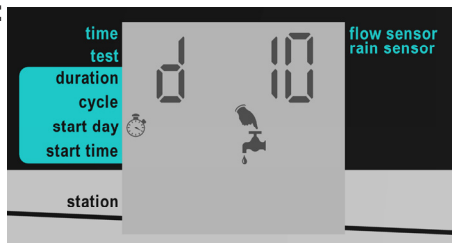

Figura 22: Ejemplo de pantalla de día de inicio
1. Desde la pantalla principal, pulse , hasta que aparezca la pantalla Start Day (Figura 22). La visualización por defecto es "d 00", lo que indica cero días. Si establece este valor para el día de inicio, el programa de irrigación comenzará en el día actual a la hora de inicio determinada. Si esa hora ya pasó para el día actual, el programa comienza en esa hora el día siguiente.
2. Pulse + y - para aumentar y disminuir el número de días. En la Figura 22 el valor está establecido en 10 días. El valor máximo soportado es 30 días.